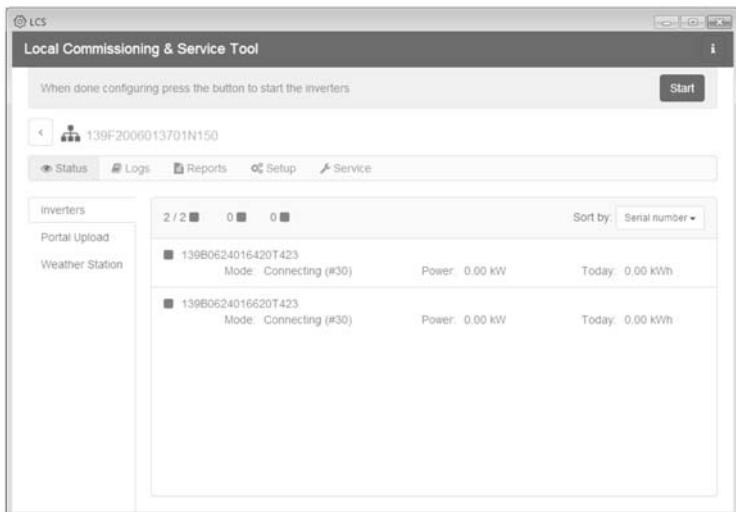

Abbildung 5.8 LCS-Tool - Liste aller an den Inverter Manager angeschlossenen Wechselrichter
11. Ein grünes Quadrat macht den in Betrieb genommenen Wechselrichter kenntlich. Die Wechselrichter werden jedoch erst mit dem Netz verbunden, wenn der [Start]-Befehl von der Leiste unterhalb des Startmenüs erfolgt ist. Siehe Abbildung 5.8.